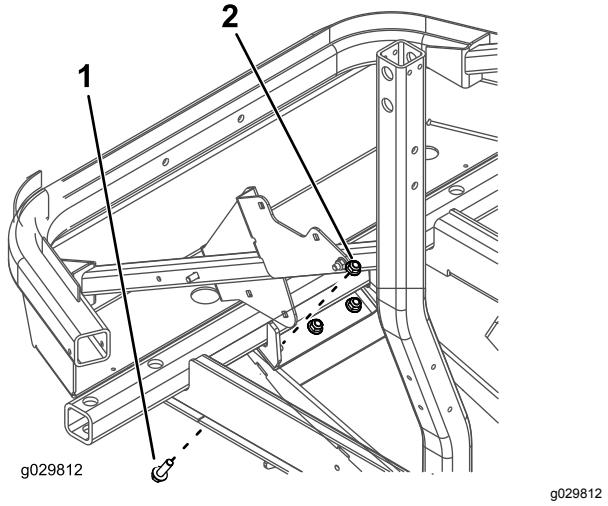

Figura 1
- Togliete i 3 bulloni e i 3 dadi esistenti dal gruppo del pattino (Figura 1).